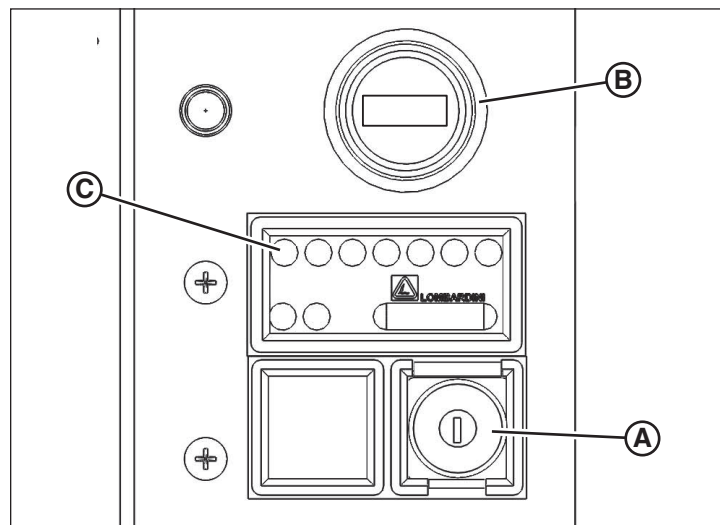

Figura 22
El panel de control del motor Kohler consta de la llave de arranque y detención del motor (A, Figura 22), un contador horario (B) y luces indicadoras de advertencia del motor (C).